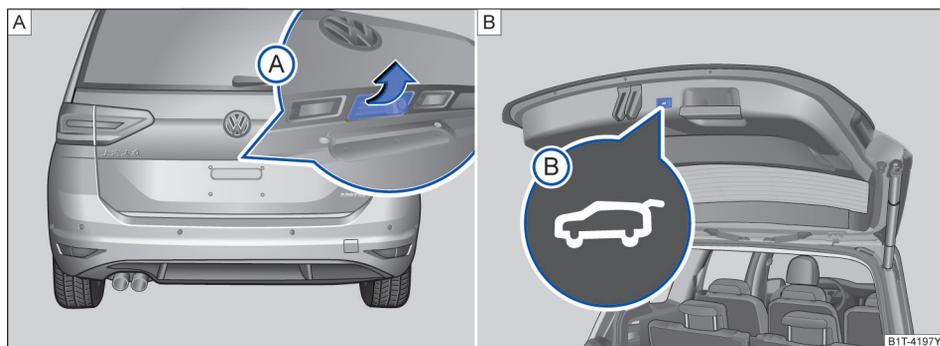

图 66 行李厢盖的操作
- 按下把手  → 图 66。
- 按下按钮  → 图 66。
按下把手  → 图 66。